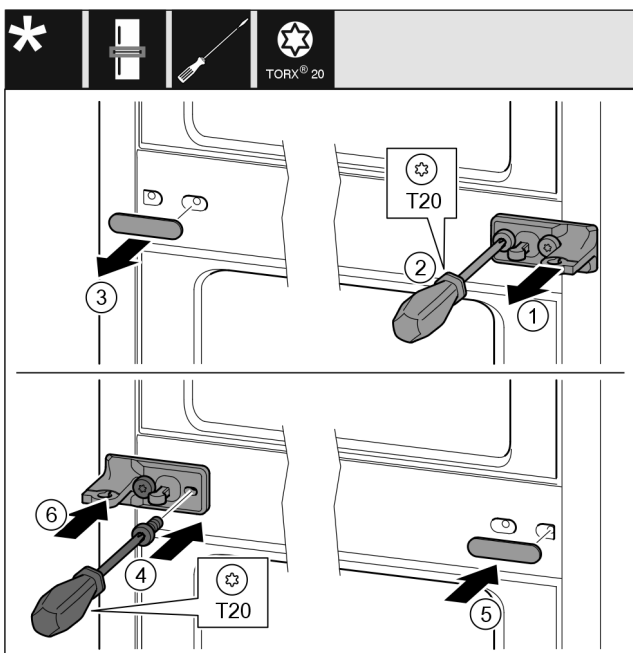

Fig. 33
- ▶ 拆下垫片。 Fig. 33 (1)
- ▶ 用 T20 螺丝刀将螺钉旋出。 Fig. 33 (2)
- ▶ 小心拆下盖板。 Fig. 33 (3)
- ▶ 将带薄膜的托架旋转 180° 至另一侧拧紧。 Fig. 33 (4)
- ▶ 将盖板旋转 180° 至另一侧装上。 Fig. 33 (5)
- ▶ 从前面推入垫片。 Fig. 33 (6)